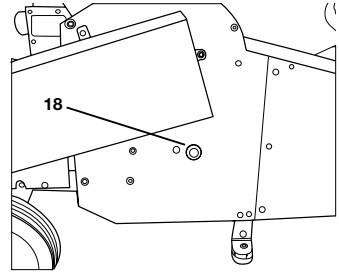

Bild 13
Lösen Sie die Sechskantmutter (18) (SW 13) auf der gegenüberliegenden Seite des Schredders und nehmen Sie die Führungsbuchse heraus (siehe „Bild 13“).
Setzen Sie die Führungsbuchse auf der gegenüberliegenden Seite wieder auf den Verstellhebel (19) und schrauben Sie die Sechskantmutter (18) (SW 13) fest (siehe „Bild 13“).